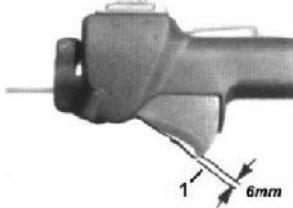

Fig.E7
2. Ajuste las tuercas de ajuste del cable del acelerador hasta obtener un huelego en el gatillo del acelerador de unos 6 mm. Véase la Fig.E7